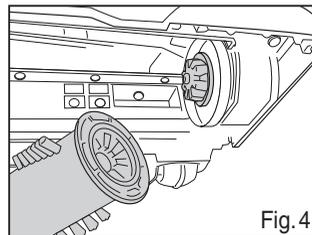

Fig. 4
• Para instalar el cepillo de rodillo, primero alinee el extremo con forma de estrella (Fig. 4), luego coloque el extremo opuesto. Hágalo girar para cerciorarse de que el cepillo de rodillo encaje con seguridad.